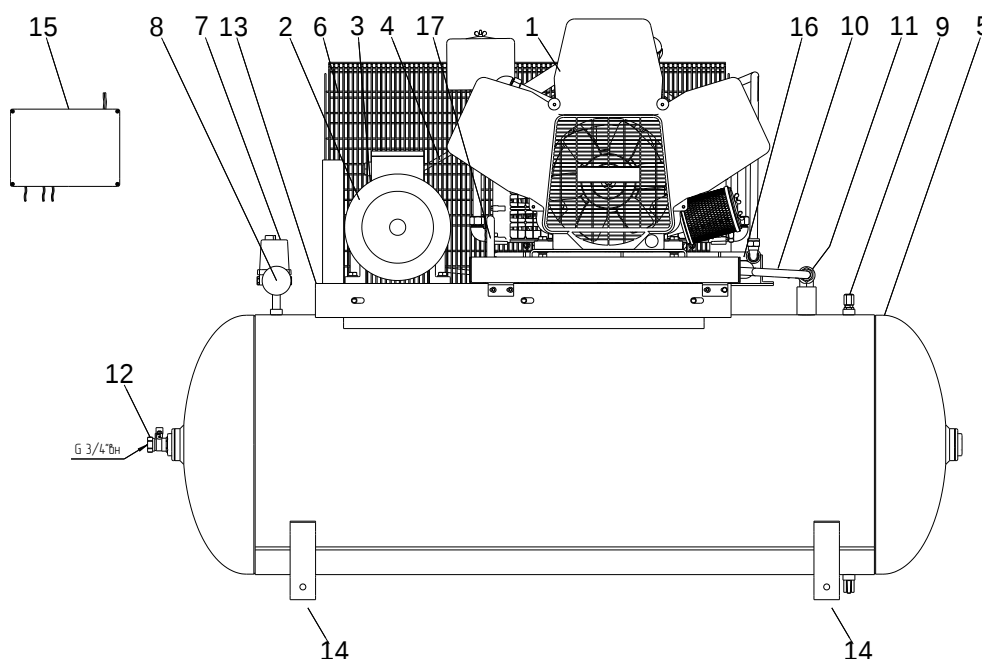

Рисунок 3
6.4.3 Подсоединение компрессора к воздушной сети необходимо выполнять через кран (поз. 14, рисунок 3).
Компрессор (рисунок 3) состоит из следующих основных сборочных единиц и деталей: блока компрессорного 1, электродвигателя 2, шкива 3, приводных ремней 4, ресивера 5, защитного ограждения 6, маностата 7, манометра 8, предохранительного клапана 9, воздухопроводов 10,17, обратного клапана 11, крана 12, платформы 13, виброопор 14, шкафа с электроаппаратурой 15, охладителя 16.